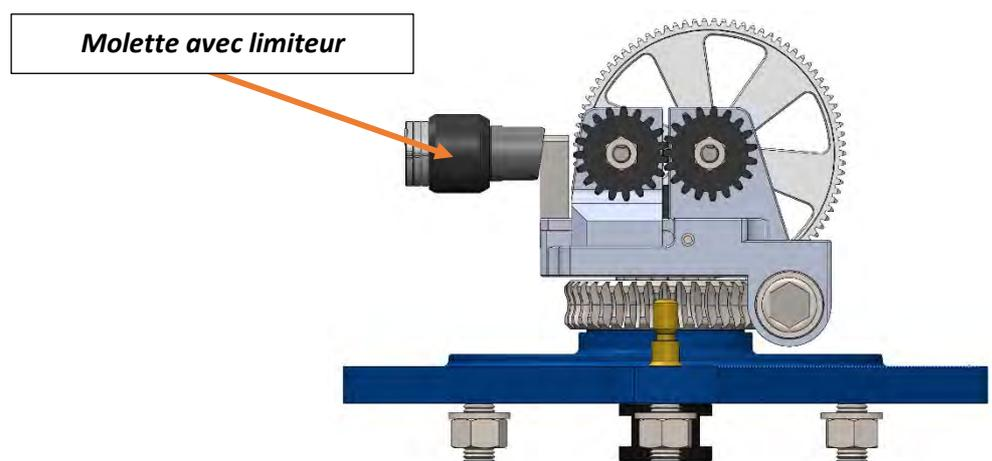

Figure 20
2. Dévissez la molette de serrage avec limiteur situé sur le côté du Twister. Figure 20;